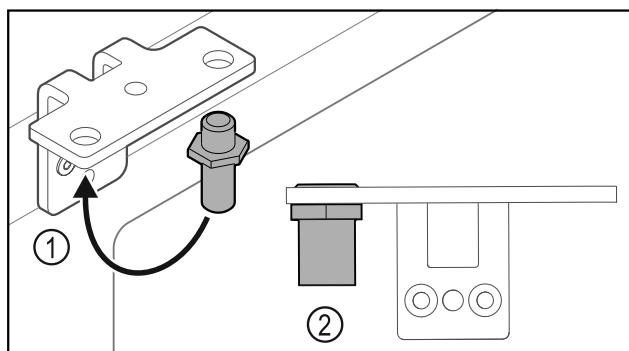

Fig. 34
- ▶ Premiestnite čap Fig. 34 (1) v uholníku závesu.
- ▶ Utiahnite čap Fig. 34 (2) **utáhovacím momentom 12 Nm**.